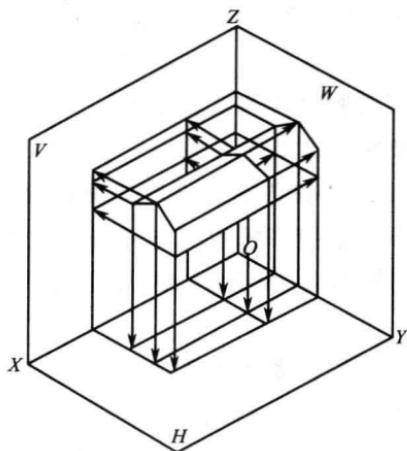

图 1.3 三面投影体系
反映一个空间物体的全部形状需要六个投影面，但一般物体用三个相互垂直的投影面上的三个投影图就能比较充分地反映它的形状和大小，这三个相互垂直的投影面称为三面投影体系，见图 1.3。三个投影面分别称为水平投影面（简称水平面，见图
1.3 中  $H$  面)、正立投影面(简称立面, 见图 1.3 中  $V$  面)和侧立投影面(简称侧面, 见图 1.3 中  $W$  面)。各投影面间的交线称为投影轴。
将物体置于三面投影体系之中, 用三组分别垂直于  $V$  面、 $H$  面和  $W$  面的平行投射线(如图 1.3 中箭头所示)向三个投影面作投影, 即得物体的三面正投影图。